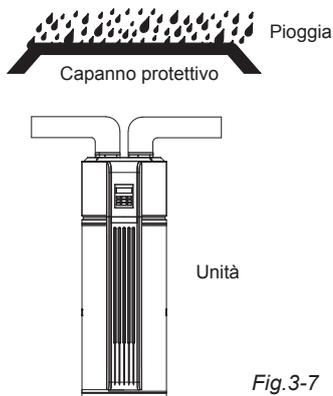

Fig. 3-7
- Per quanto riguarda l'unità collegata con un condotto che raggiunge l'esterno, si devono prevedere misure di impermeabilizzazione affidabili, per evitare che l'acqua penetri all'interno dell'unità. (Fig. 3-7)